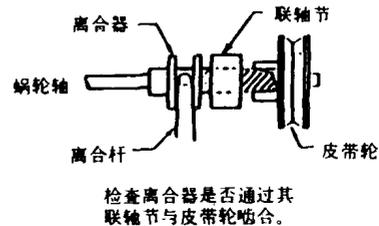

图1-15
3. 最后，检查离合杆与离合器的位置关系以及离合器与皮带轮的位置关系是否符合图1-15所示的规定要求。